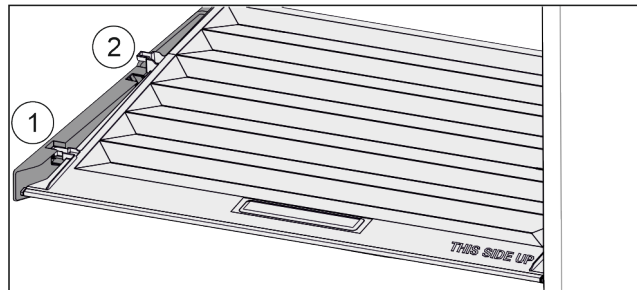

Fig. 91
- ▶ Tirare in avanti il coperchio fino all'apertura nei fermi Fig. 91 (1).
- ▶ Sollevare posteriormente dal basso e togliere verso l'alto Fig. 91 (2).